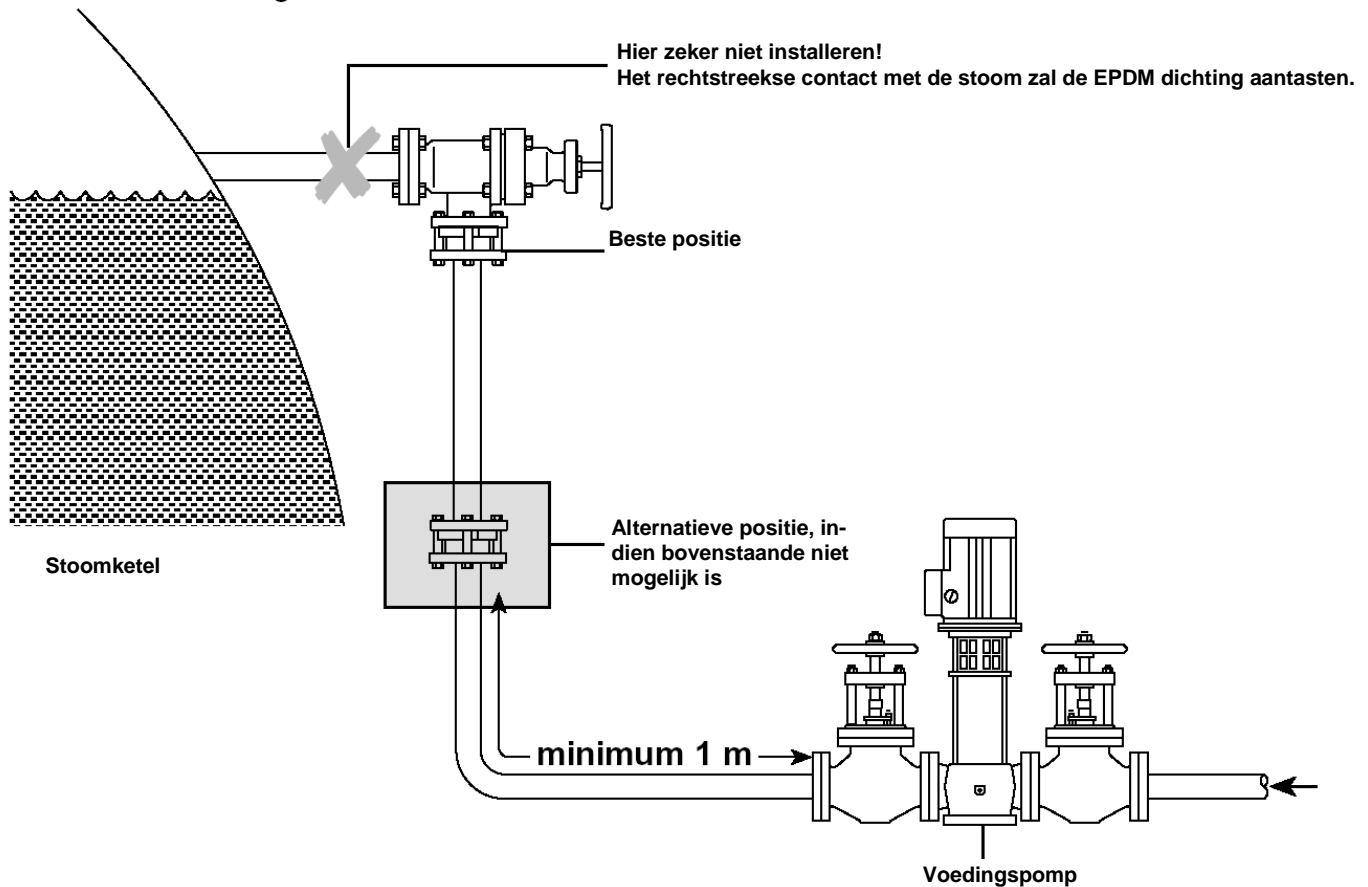

Fig.2. Installatievoorbeeld
- Installeer de DCV3/B in de stoomketel voedingswaterleiding, tussen de voedingspomp en de stoomketel maar minimum 1m verwijderd van de voedingspomp van de stoomketel zodat de hoge turbulentie geen bijkomende drukval veroorzaakt (fig.2).